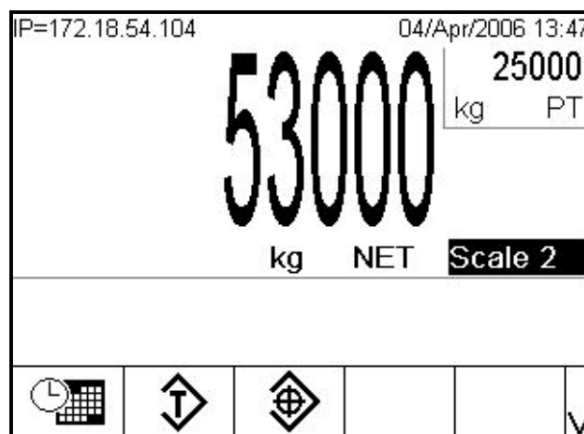

Figure C-13: Affichage de la tare prédéfinie
2. Appuyez sur la touche programmable MÉMOIRE DE TARE  pour rappeler l'enregistrement ID saisi. La valeur de la tare enregistrée est rappelée depuis le tableau Tare et est utilisée comme valeur de tare prédéfinie. Si une valeur enregistrée dans le tableau Tare ne correspond pas aux unités d'affichage actuelles, elle est automatiquement convertie lors du rappel. La tare s'affiche (voir la Figure C-13).